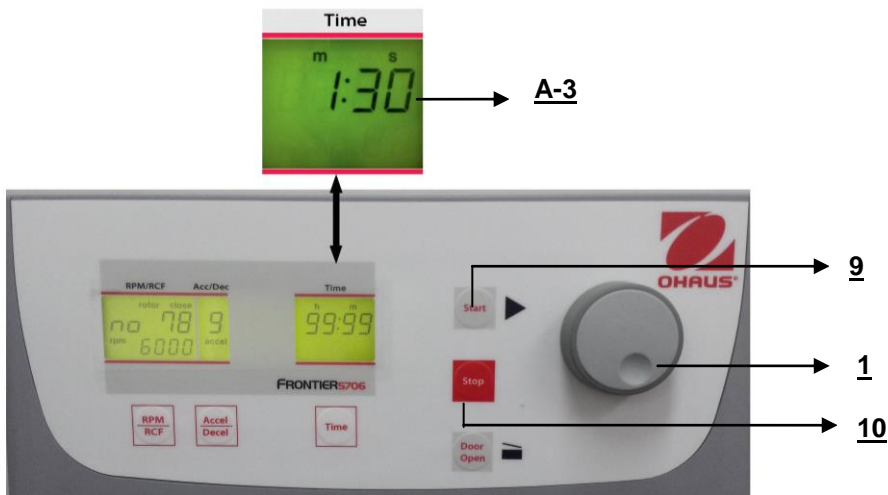

Figure. 22
Pour démarrer la centrifugeuse, s'assurer que le couvercle est fermé et appuyer ensuite sur la touche "Start" (9) (voir la figure 22). Avec la touche "Start" (9), l'utilisateur peut démarrer la centrifugation avec des paramètres présélectionnés manuellement. Lorsque la durée de fonctionnement présélectionnée est écoulée, la centrifugeuse s'arrêtera alors automatiquement, ou chaque centrifugation peut être interrompue avec la touche "Stop" (10).